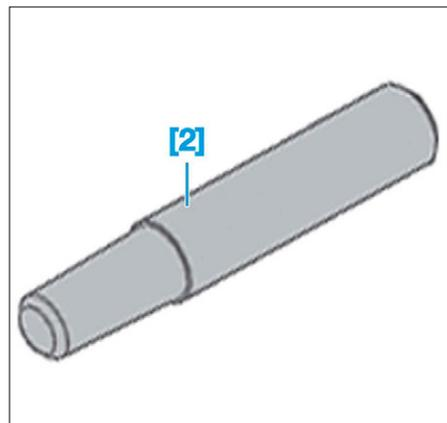

FIG. 36
- [2]. Arrêt en rotation pignon de pompe haute pression (réf : 0194-J) (Fig.36).